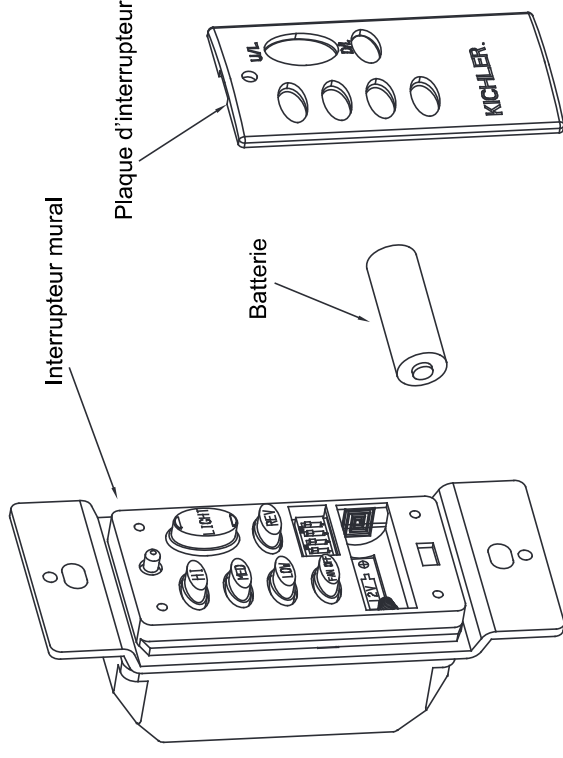

Fig. 19
Étape 1. Utiliser un petit tournevis plat, sur la partie supérieure ou inférieure de la plaque d'interrupteur, pour l'arracher délicatement de l'interrupteur mural. Installer la batterie 12 volt fournie avec le système de commande mural et vous assurer qu'elle est placée d'aplomb. Replacer la plaque de l'interrupteur (Fig. 19).
Étape 2. Mettre le transmetteur à l'essai en pressant puis relâchant N'IMPORTE QUEL bouton. Un voyant ROUGE devrait s'allumer. Si non, vérifier pour vous assurer que la batterie est insérée et placée correctement (Fig. 19).